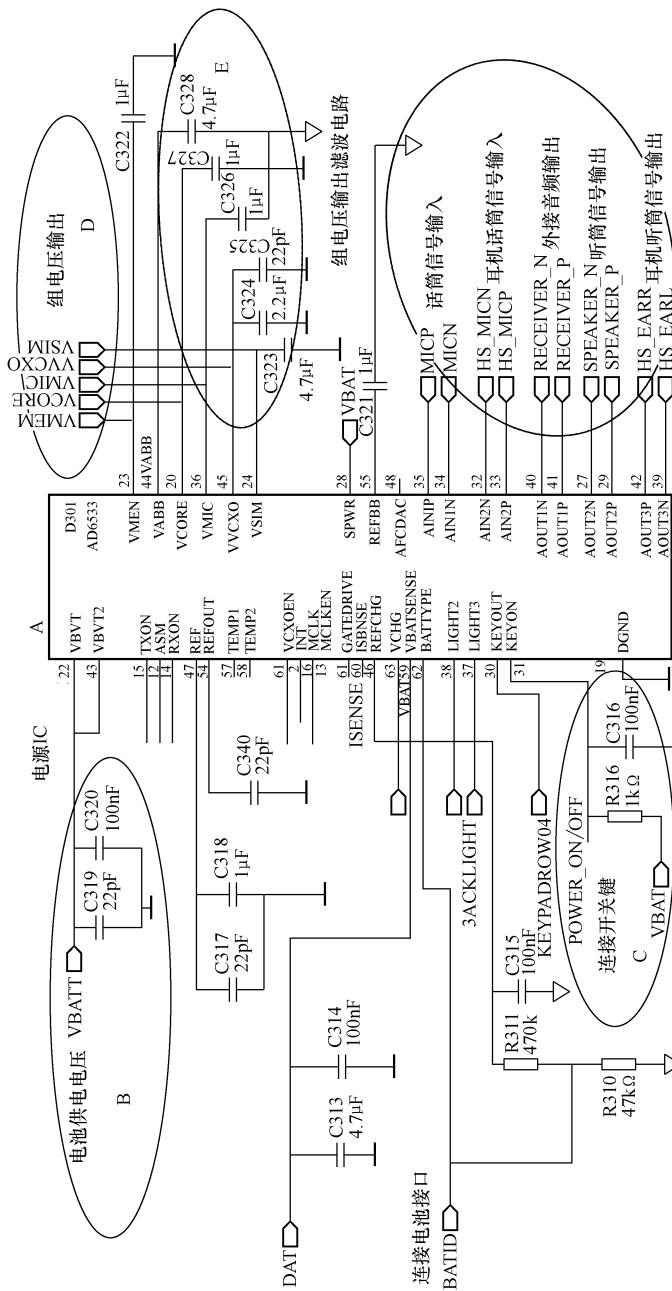

图 4-9 电源集成音频处理的 IC
如图 4-9 所示，为一个电源集成音频处理的 IC。
首先，我们从图 4-9 中 D 部分看到有 V 字母开头的英文，在部分处看到 POWER-ON/OFF 的英文，在 B 部分看到标有 VBATT 的英文，由此我们可以判断该 IC 为电源 IC。
1) 开机电路的识别。首先，我们来了解如何在手机电路原理图中识别开机电路。这很简单，只要在电源 IC 的引脚上看到有一个英文为 ON/OFF、KEYON、SW 或者 POWER，同时外接电路中连接有一个开机键或者通过内部接口连接到开机键，就说明该电路是开机电路。如图 4-9 中的 31 脚就是这样的表示，因此它就是该手机的开机电路。
① 用稳压电源加电，按下手机开机键，如果电流表上指针摆动，就说明开机电路是正常的，如果无电流反映，说明开机电路不正常。
② 用示波器测量开机键上的电压，用镊子短接开机键的两个触点，如果示波器上有电压跳变，也说明开机电路是正常的。